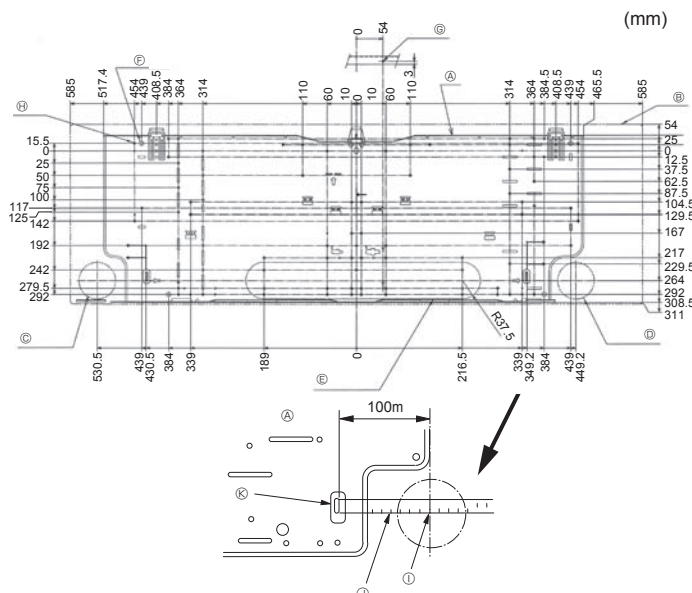

Fig. 3-2
①	Planche d'installation	1	Fixer à l'arrière de l'appareil
②	Vis autotaraudeuses 4 x 25	7
③	Bande de feutre	2
④	Raccord en L	1
⑤	Écrou de charge	1
⑥	Télécommande sans fil	1
⑦	Support de la télécommande	1
⑧	Piles alcalines (AAA)	2
⑨	Vis autotaraudeuses 3,5 x 16	2
⑩	Entretoise	1	Utiliser le matériel d'emballage
3.2. Installation de la structure de montage mural (Fig. 3-2)